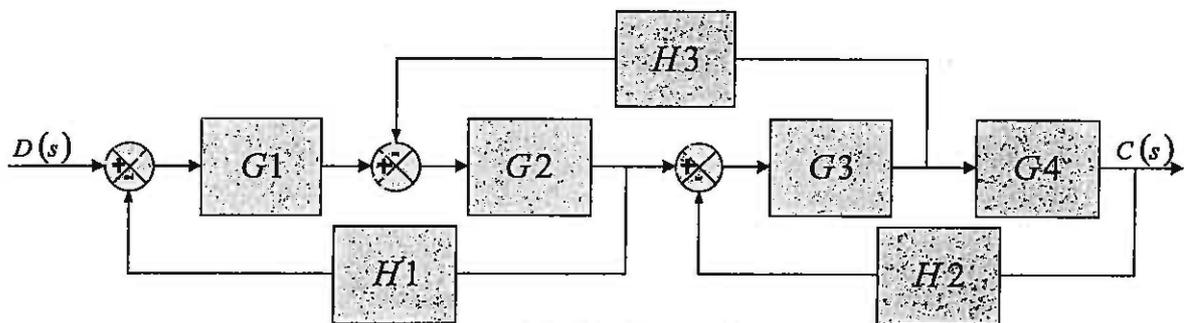

Figura 2: Subsistema $G_D(s)$
El diagrama de bloques del subsistema $G_D(s)$ es el mostrado en la *Figura 2*.
- 1) Aplicando las leyes del álgebra de bloques obtener la función de transferencia del subsistema $G_D(s)$ mostrado en la Figura 2. Particularizar la función de transferencia del subsistema para los siguientes valores: $G1 = 1/2$; $G2 = 1/s$; $G3 = 1$; $G4 = 1/s$; $H1 = -s$; $H2 = s$; $H3 = 10$.